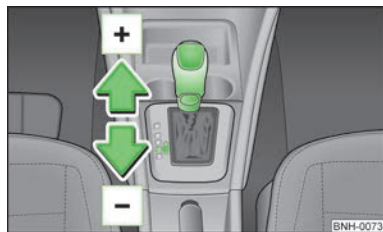

Fig. 71
► Presionar ligeramente la palanca selectora hacia adelante **+** » fig. 71.
► Presionar ligeramente la palanca selectora hacia atrás **-** » fig. 71.